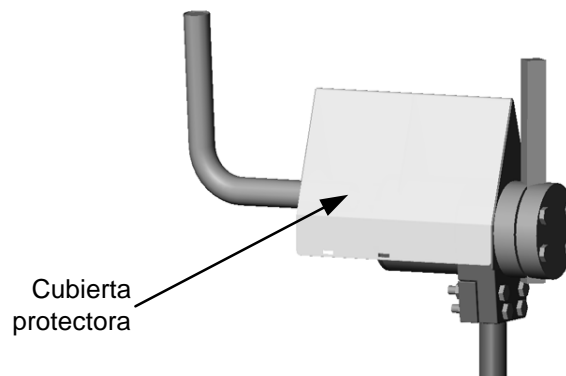

Figure 4: Cubierta protectora colocada sobre el cuerpo del sensor
- Puede colocarse una cubierta protectora sobre el cabezal para proteger el sensor frente a la caída de materiales y evitar una acumulación innecesaria de materiales sobre el cabezal (Figure 4).